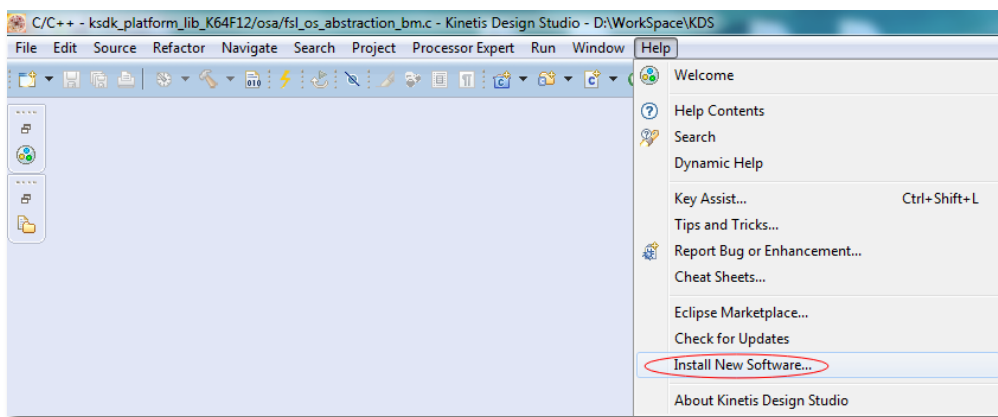

图 46 在KDS中安装KSDK步骤一
1. 启动KDS并在“Help”选项中选择“Intall New Software”，如图 46所示。